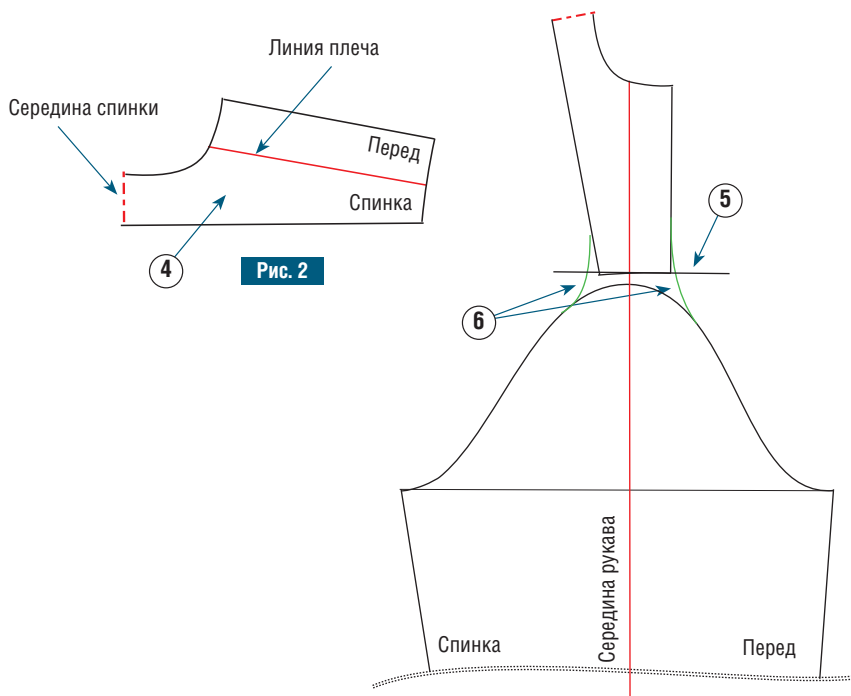

Рис. 3
⑤ Продлите линию середины рукава по высоте (на рис. 3 отмечена красной линией), затем в 2 см от верхней точки головки рукава начертите перпендикуляр к этой линии. Поместите на полученную горизонтальную линию деталь, полученную на этапе 4, так, чтобы линия плеча на ней продолжала линию середины рукава.
⑥ Снимите на кальку две кривые, построенные на этапе 3 (отмечены зеленым цветом), и разместите их на свободном пространстве между верхней частью рукава и дополнительной деталью. Поскольку эти линии не всегда совпадают, подогнать их друг к другу довольно сложно, однако самое важное состоит в том, чтобы не сгладить кривую, сделанную на выкройке груди. Поэтому попробуйте подобрать высоту горизонтальной линии, сделанной на этапе 5, путем ее увеличения или уменьшения, но с обязательным сохранением расстояния от вершины головки рукава (1,5–2,5 см). Эта плавность необходима для высоты головки рукава.